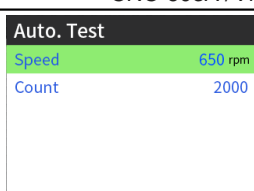

Рис. 5.10
- 2) Как показано на следующем рисунке: выберите [Auto. Test] в главном меню и затем выберите режим проверки и очистки в меню выбора параметров [Cylinder No./Mode], см. таблицу параметров и характеристик форсунок автомобиля (настройки представлены на рисунке 5.9). По умолчанию применяется режим 1 (см. «Схема режима автоматической проверки» для получения подробных сведений о режимах работы стэнда). Нажмите [Run] для запуска теста, как показано на рис. 5.10. Режим 2 представлен на рис. 5.11.